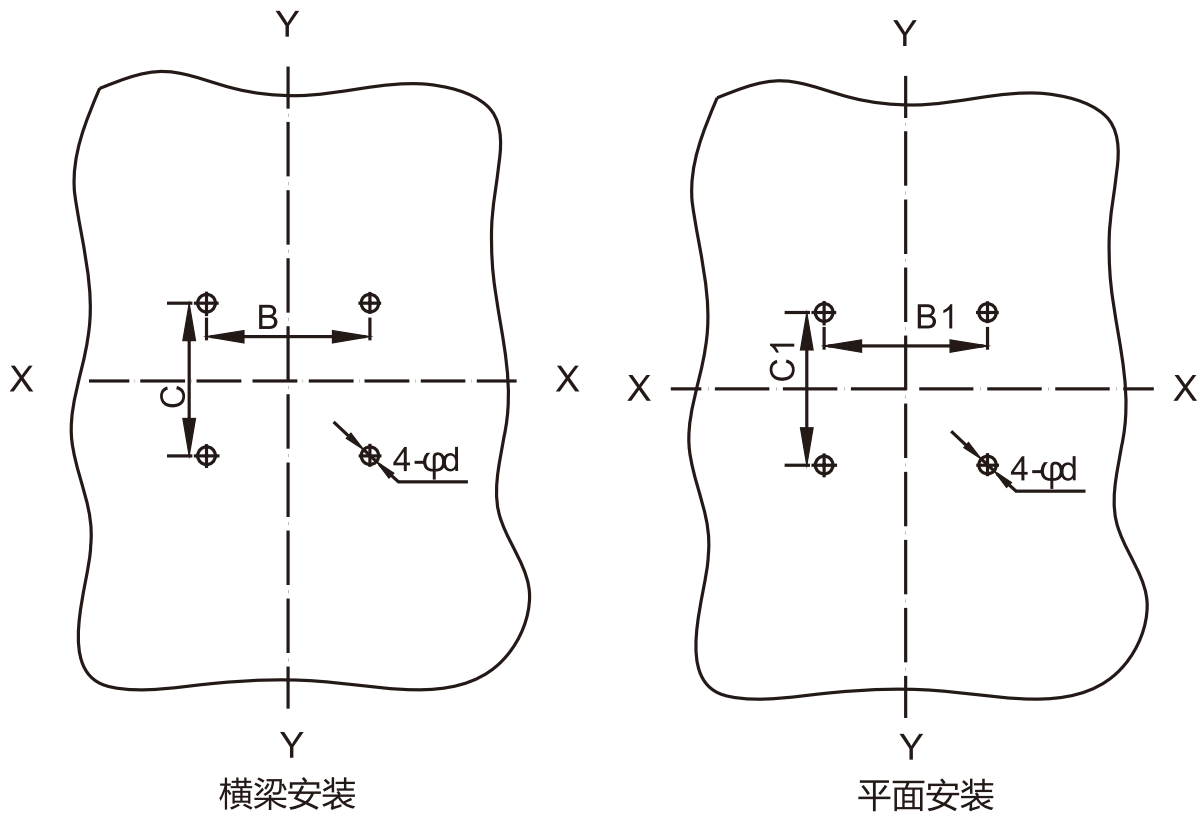

图8 插入式板前接线安装板开孔尺寸(单位:mm)
(2) 插入式板前接线安装板开孔尺寸见图8表14 (X-X、Y-Y 为断路器中心)。